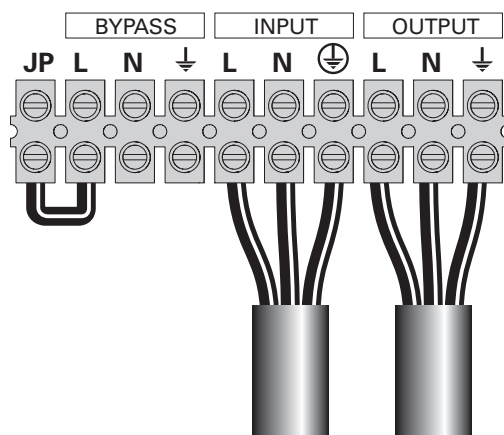

Figure 17.
- 1 - Assurez-vous que le jumper est connecté (voir figure 17).